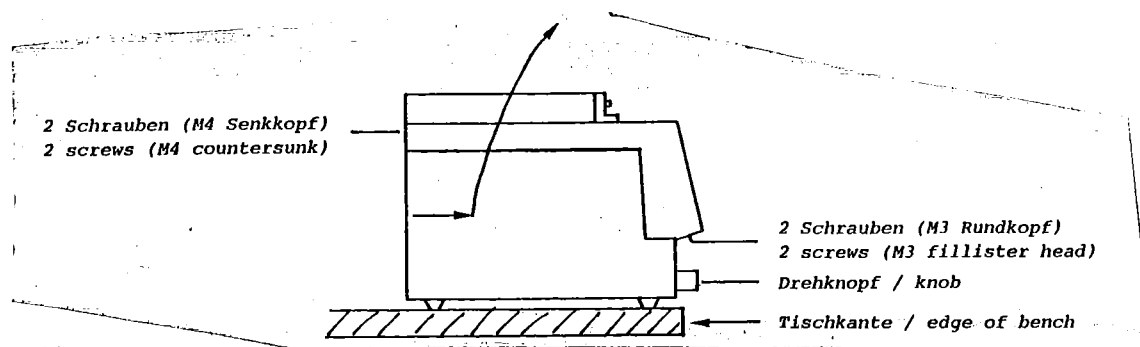

Fig. 4-6
- Gerät so über Tischkante stellen, dass die M3-Schrauben entfernt werden können (Fig. 4-6)